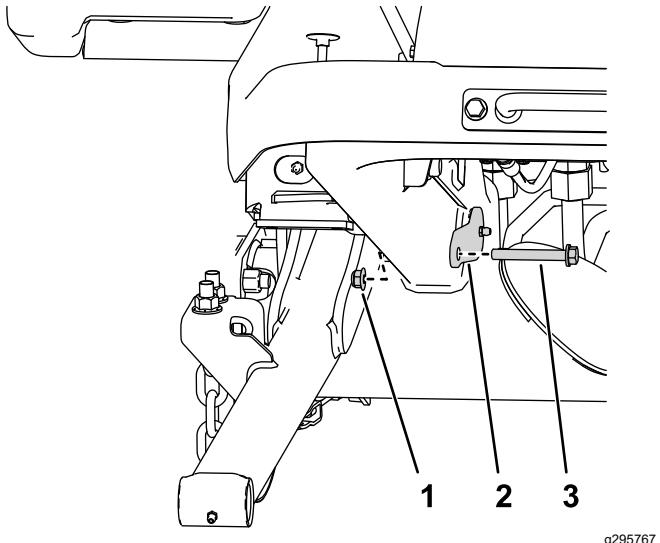

Bild 7
4. Verwenden Sie zwei Muttern ($\frac{3}{8}$ ") und zwei Schrauben ($\frac{3}{8}$ " x $2\frac{3}{4}$ "), um die großen Stifte am Rahmen zu befestigen (Bild 7).